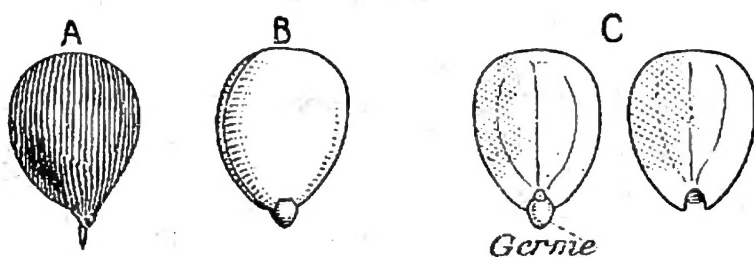

Fig. 6. — Un pépin de pomme
**6. Les pépins.** — Ils sont recouverts d'une peau qui est blanche comme du lait tant que la pomme n'est pas mûre et qui, à maturité, devient toute noire (*fig. 6, A*).
Avec une épingle, nous enlevons facilement cette peau. L'intérieur du pépin est blanc (*fig. 6, B*) ; il se sépare en deux moitiés. Entre ces deux parties, près de la
pointe, nous pouvons distinguer une sorte de petit bouton arrondi et allongé (*fig. 6, C*). C'est le *germe* d'un pommier, véritable petite plante en miniature, qui se développe quand le pépin intact est placé en terre : le pépin de la pomme, comme celui du raisin, est une *graine*.